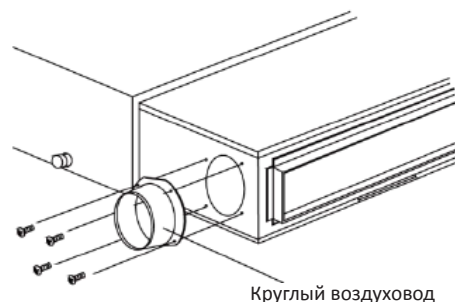

Рис.4.4.7
(1) Прямоугольный фланец по умолчанию подключается сзади, а заглушка воздухозаборного отверстия – снизу (см. рис. 4.4.7).
- (2) Подключить фланец круглого воздуховода для присоединения комплекта подмеса свежего воздуха (см. рис. 4.4.7).
- (3) И воздуховод, и круглый фланец должны быть тщательно изолированы и герметичны.
- (4) Свежий воздух должен проходить через воздушный фильтр.